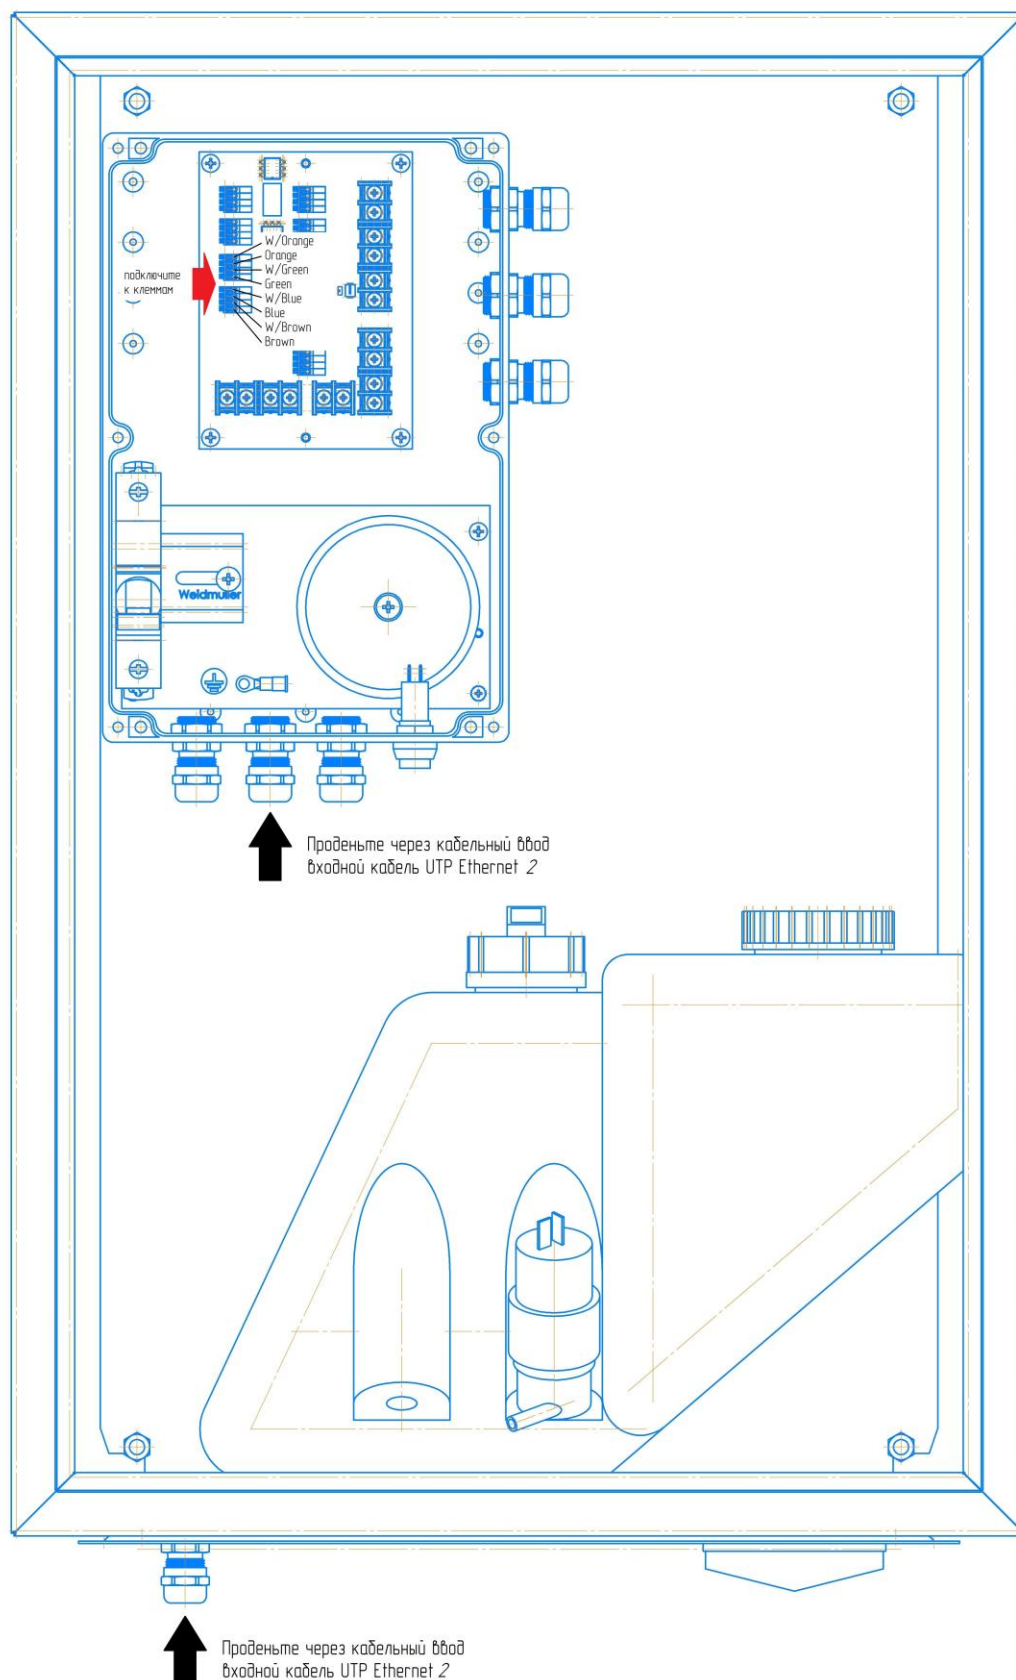

Рис.3. Подключение входного сигнального кабеля UTP Ethernet 2.
1.5.Подключить провода к клеммам согласно схеме подключения рис.3.